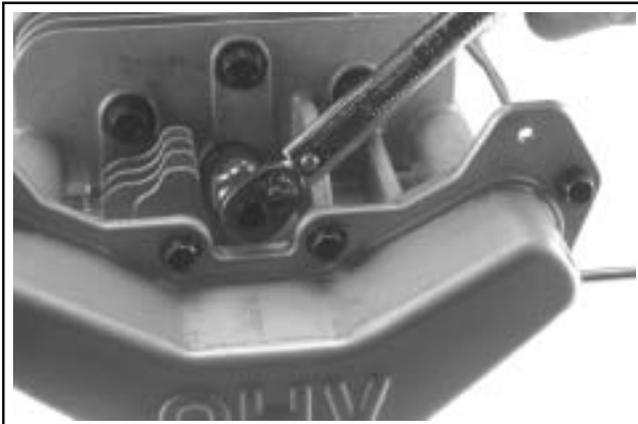

Figura 10-51. Installazione della candela.
3. Installare la candela e serrarla a **24-30 N·m (18-22 ft. lb.)**. Vedere Figura 10-51.